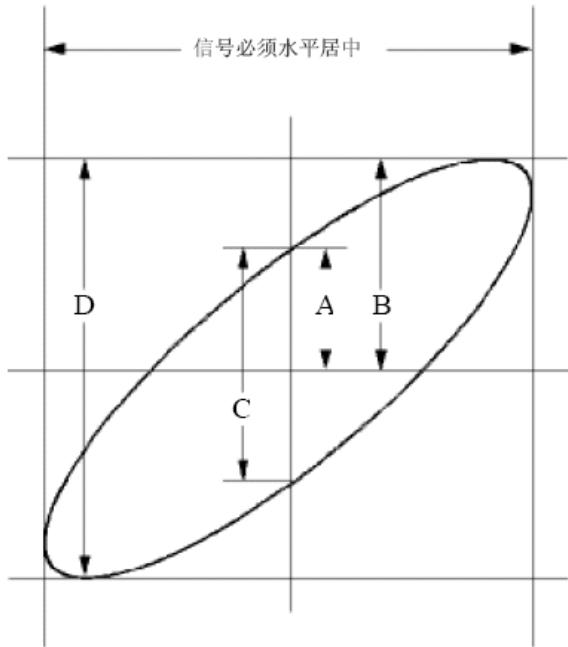

图 3-7：李沙育（Lissajous）图形
- (1) 将示波器前面板的 **+/-XY** 选择开关设置于**XY**档。
- (2) 将探头上的开关根据需要设定为 **1X** 或 **10X** (参见P8的“探头衰减系数设定”)。
- (3) 将示波器前面板Y输入端的探头连接至要显示在Y轴(垂直轴)的信号，将X输入端的探头连接至要显示在X轴(水平轴)的信号。
- (4) 转动 **Volts/DIV** 旋钮设置Y轴信号的垂直档位。**X**轴信号的垂直档位固定为 **0.5V/DIV**。
- (5) 转动 \wedge Position 调节波形的垂直位置。转动 \triangle Position 调节波形的水平位置。
- (6) 应用椭圆示波图形法观测并计算出相位差。见图 3-7。